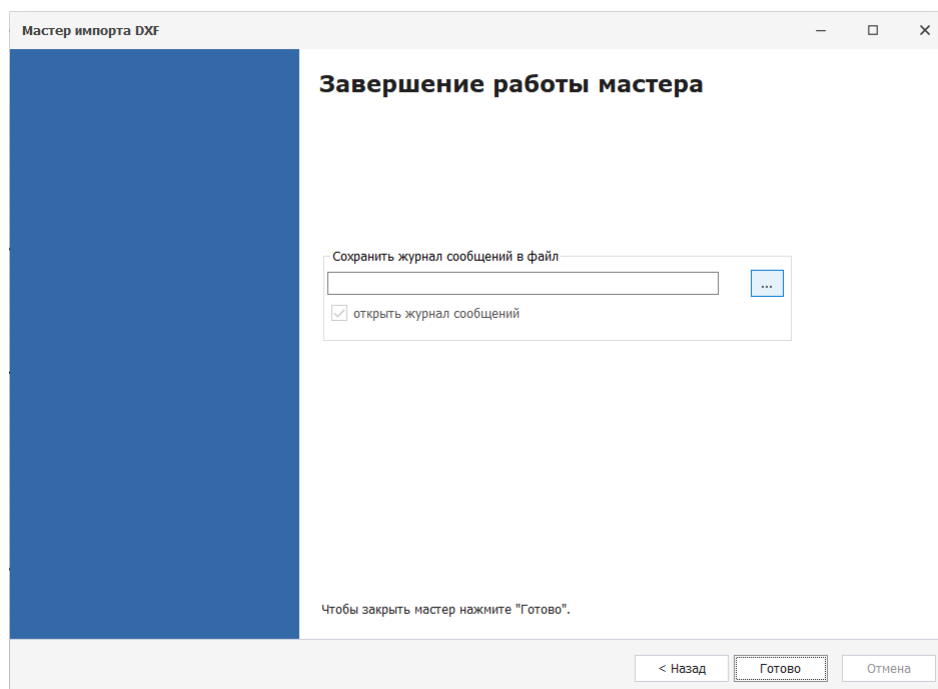

Рис. 52 Заключительное окно мастера импорта
8. В заключительном окне мастера импорта существует возможность создать и просмотреть журнал импорта в виде текстового файла. Для этого укажите место для сохранения и наименование файла с помощью кнопки  и установите флаг в поле «открыть журнал сообщений». Для завершения работы мастера импорта нажмите кнопку «Готово», см. Рис. 52.